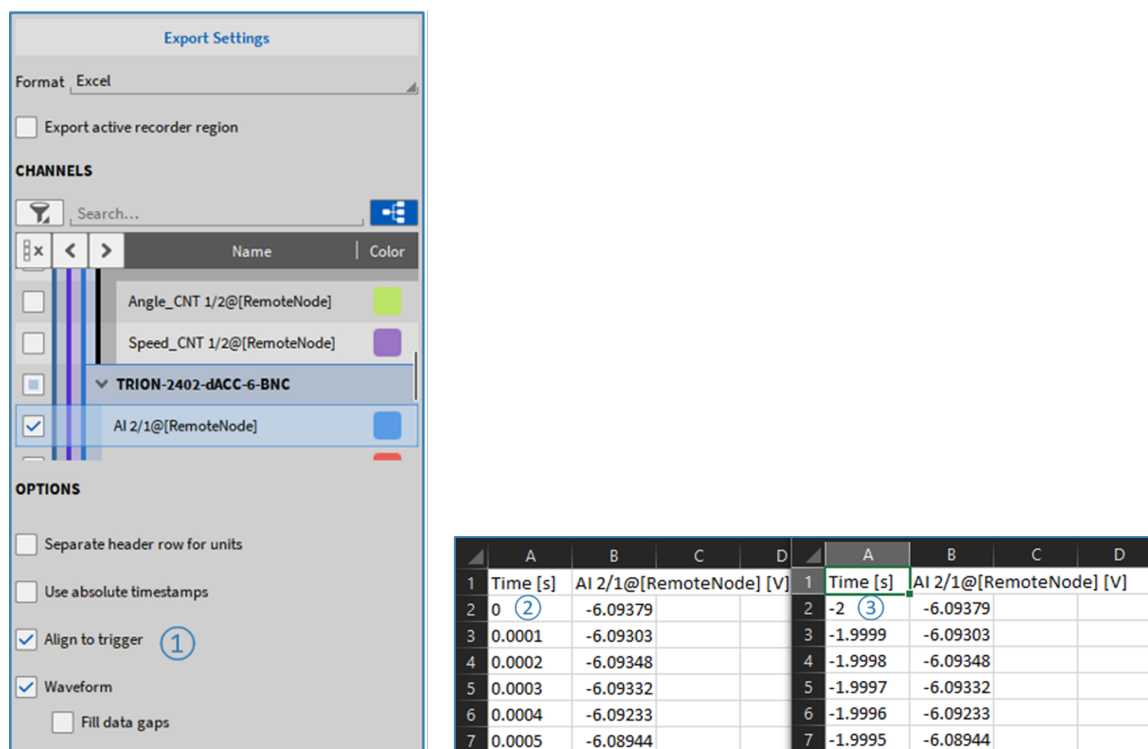

Abb. 11.4: Zeitstempel in exportierter Datei auf Null ausrichten
Zeitstempel in einer exportierten Datendatei mit einem Triggerevent können am Trigger ausgerichtet werden (siehe ① in Abb. 11.4). Wenn *An Trigger ausrichten* nicht ausgewählt ist, wird der 0s-Zeitstempel beim Start der Aufzeichnung und nicht beim Trigger gesetzt (siehe ② in Abb. 11.4). Wenn *An Trigger ausrichten* ausgewählt ist, wird der Zeitstempel beim Trigger auf Null gesetzt. Die Zeit vor dem Triggerereignis (z.B. die Pre-Time) ist dann negativ (siehe ③ in Abb. 11.4). Wenn mehr als ein Triggerevent in einer Aufzeichnung enthalten ist, wird das erste Triggerevent auf null gesetzt, sofern die Option *An Trigger ausrichten* ausgewählt ist. Diese Option ist für \*.txt, \*.csv und \*.xlsx-Export möglich.